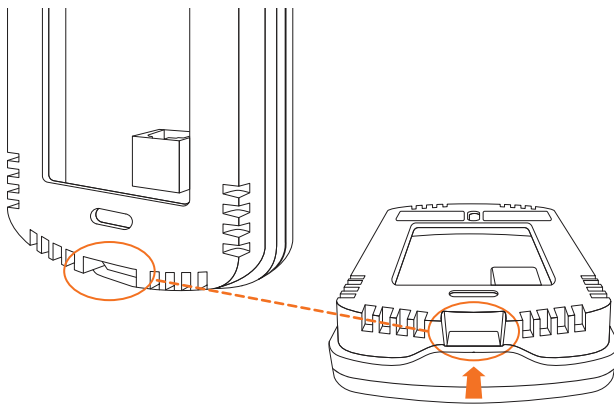

Figure 1 - Onglet d'ouverture
1. Séparez le boîtier du couvercle arrière en appuyant sur la languette située sous la sonde (voir Figure 1).